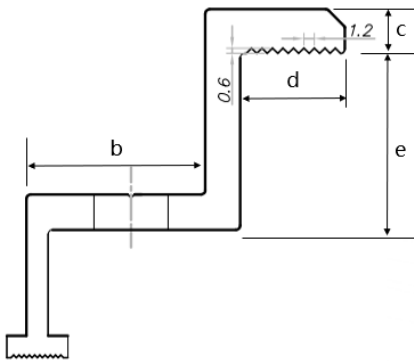

Abb. 8 Querschnitt-Diagramm der Randklemme
- ⑦ Um zu verhindern, dass sich die Module nach der Installation von der Befestigungsvorrichtung lösen können, sollten Sie Rand- und Mittelklemmen wählen und Kontakt zur A-Seite des Rahmens mit Nutenmustern herstellen. Es wird vorgeschlagen 9 Rillen mit einem Abstand zwischen 2 benachbarten Rillen von 1,2 mm und einer Tiefe von 0,6 mm, wie in Abbildung 8 dargestellt, zu haben.